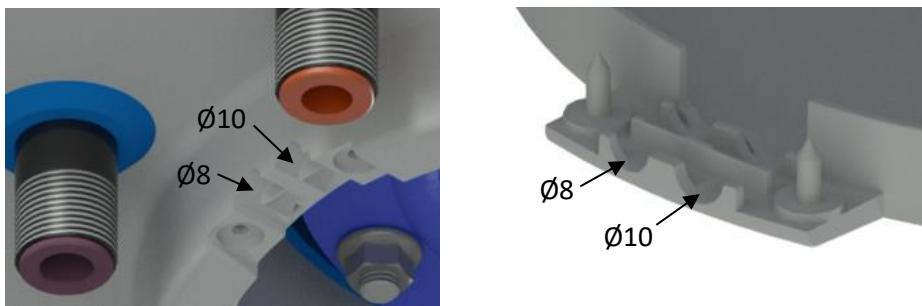
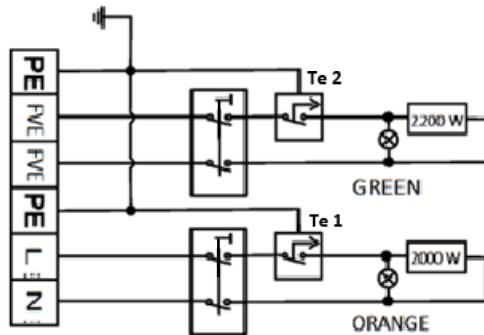
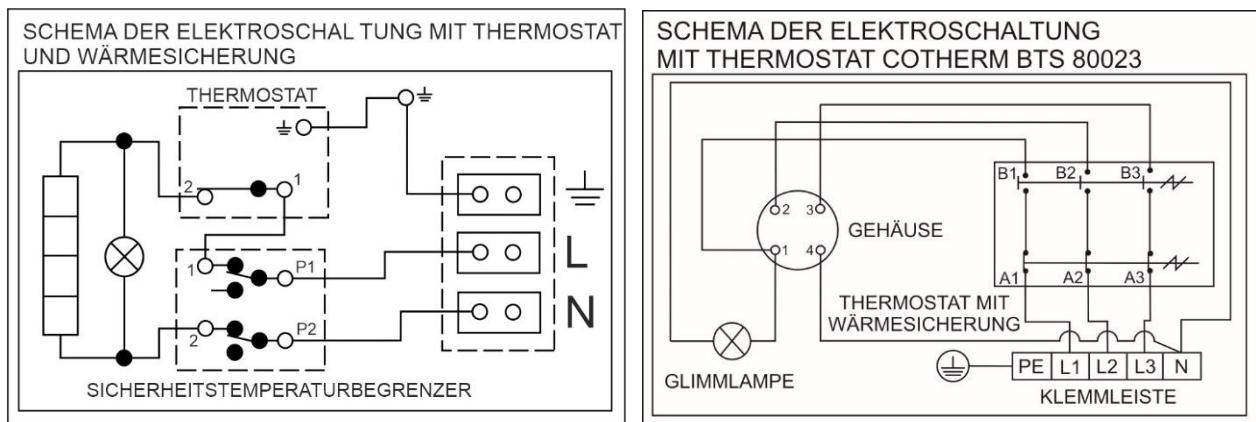

Abbildung 9
Abbildung 10
Abbildung 11
Der Anschluss ist laut Anschlussschema durchzuführen. Der im Werk vorgenommen Anschluss darf nicht geändert werden! (Abbildung 10, Abbildung 11). Die Trennwand in der Abdeckung der Elektroinstallation entfernen, die dem Durchmesser des Zuleitungskabels, also $\varnothing 8$ oder $\varnothing 10$ (Abbildung 9) entspricht. Die elektrischen Teile des Warmwasserbereiters haben die Schutzklasse IP 44. Der Leistungsbedarf der elektrischen Körper beträgt 2200 W und 2000 W für das OKF /1m² 2/2 kW. Der Leistungsbedarf der elektrischen Körper beträgt 2000 W und 4000 W für das OKF /1m² 2/4 kW.
- Das Schema des Elektroanschlusses ist dem Warmwasserbereiter am Gehäuse der Elektroinstallation beigelegt. (Abbildung 10, Abbildung 11).